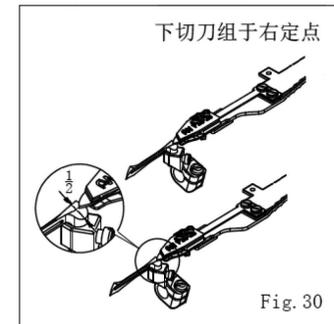

Fig. 30
当下切刀组由右定点移出至下勾针右侧时(第一段动作)活动片之刀尖(A)，约位于下勾针宽度中心，前、后 1/2 位置(图 30)
When the trimmer moves out from right dead point to the right hand side of looper, (1staction) the tip of Moving Knife (A) aim to the center of looper ridge. (Fig. 30)